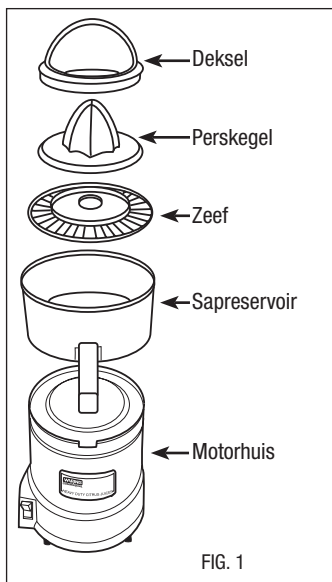

FIG. 1
ZERLEGEN: (SIEHE ABBILDUNG 1)
1. Nachdem Sie den Zitrusensafter aus seinem Karton genommen haben, machen Sie sich mit den Teilen vertraut, indem Sie das Gerät zerlegen und dabei auf Abbildung 1 Bezug nehmen.
ZUSAMMENSETZEN: (SIEHE ABBILDUNG 1)
DEMONTAGE: (ZIE FIG. 1)
MONTAGE: (ZIE FIG. 1)
SMONTAGGIO: (VEDI FIG.1)
1. Dopo avere tolto l'estrattore di succhi dall'imballaggio, l'utente potrà familiarizzarsi con le sue parti smontando l'unità e facendo riferimento alla FIG. 1.
MONTAGGIO: (VEDI FIG.1)